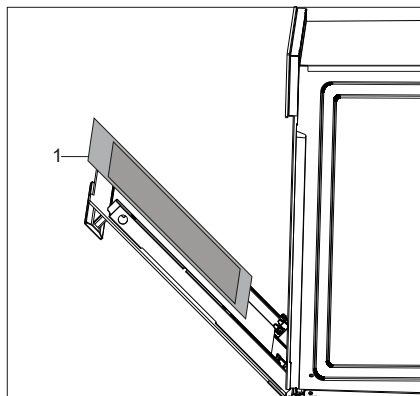

Рис. 22
- Снимите внутреннее стекло прибора для очистки (Рис. 22).